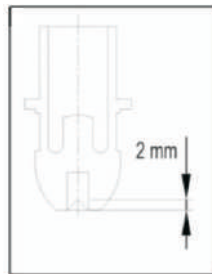

Рис. 8
5. Электрод (рис. 7-5). Следует заменить электрод, если глубина кратера, составляет около 2 мм. (рис. 8).